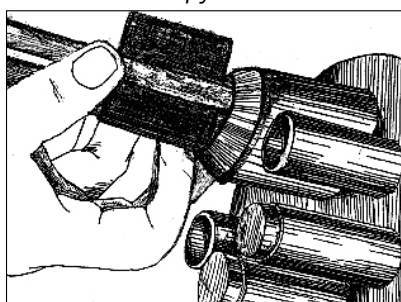

Рисунок 4.31 – Намотка ленты “Радлен-С”
4.4.1.14 Если диаметр ОК менее 13 мм, намотать с натяжением на каждый ОК встык с наконечником ленту “Радлен-С” с легким прогревом. Далее прогреть ленту “Радлен-С” до полной усадки с выделением клея-расплава (рисунок 4.31).